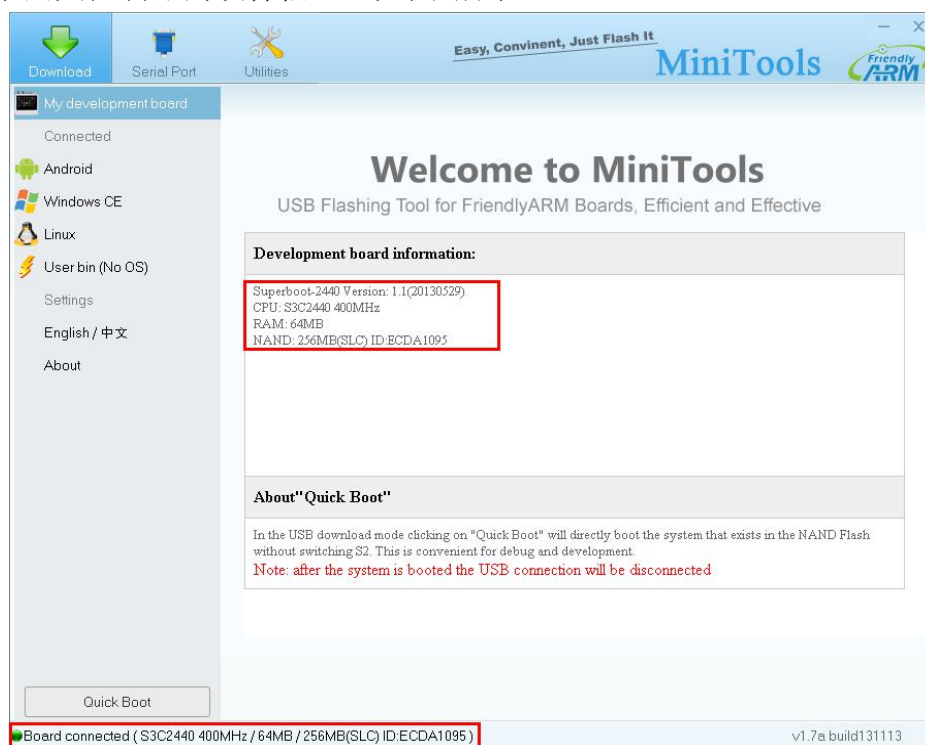

图 8 连接显示界面
- ② 在PC机上安装MiniTools软件，运行MiniTools，软件的左下角提示已连接，界面中显示网关控制器的硬件信息，如图8所示。